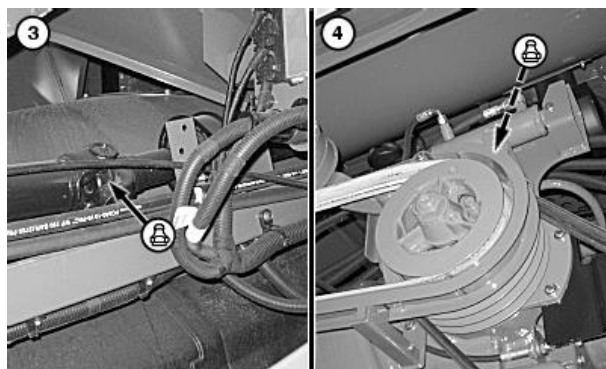

Рис.4.49 – Змащування шарніра первинного валу (3) та підшипника розвантажувального привідного валу (4)
7. Змастити універсальний шарнір первинного проміжного валу (рис.4.49). Провернути для отримання доступу до маслянки та ввести мастило.
8. Змастити підшипники розвантажувального привідного валу розвантажувача /подрібнювача соломи (рис.4.49). Повернути шків для отримання доступу до маслянки на нижній стороні робочої частини шківів, ввести мастило.